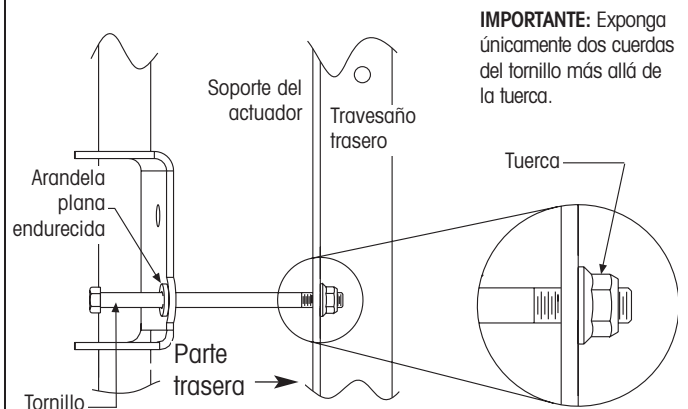

Figura 2. Instalación del tornillo
3. Inserte el tornillo con la arandela plana endurecida a través del agujero del tornillo en el soporte del actuador y a través del agujero del tornillo en el travesaño trasero (Figura 2).